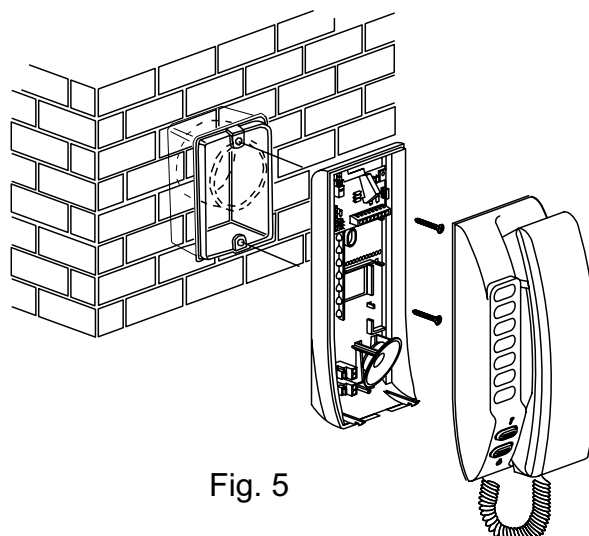

Fig. 5
- 2- Vedi punto 2 Art. 1902 e fig. 5